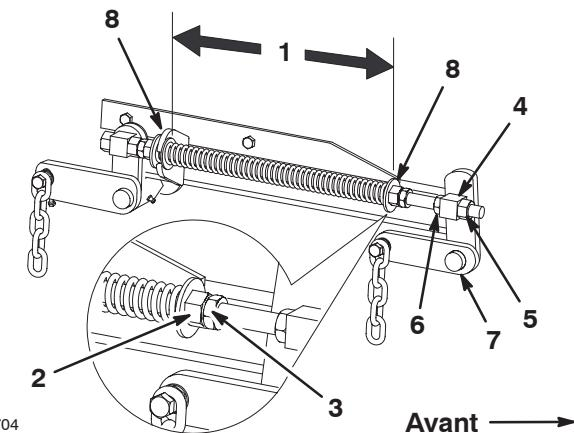

Figure 54
7. Desserrez d'environ 13 mm (1/2 pouce) les écrous de blocage à l'avant des pivots avant gauche et droit (Fig. 54).
8. Réglez les écrous de relevage sur les côtés gauche et droit de la machine de manière à abaisser l'avant de **6 à 10 mm (1/4 à 3/8 pouce)** au point A par rapport au point B à l'arrière (Fig. 54).
1. Déplacez le levier de relevage du plateau de coupe à la position de transport (Fig. 54).
2. Vérifiez que les 2 grandes rondelles sont espacées de 26,7 cm (10-1/4 pouces) (Fig. 54).
3. Réglez cette distance en desserrant l'écrou de blocage du ressort et en tournant l'écrou devant chaque ressort (Fig. 54).
4. Bloquez l'écrou en position en serrant l'écrou de blocage du ressort (Fig. 54).